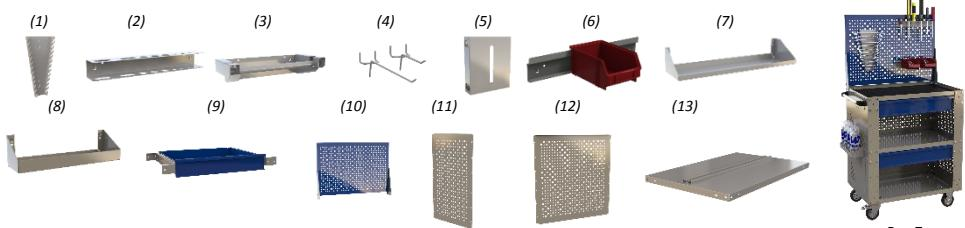

Рис. 7
- 10.1. Для данного изделия Покупатель может приобрести аксессуары и комплектующие: экран, ящики выдвижные, боковые и заднюю стенки, полки, навесные аксессуары (рис. 7).